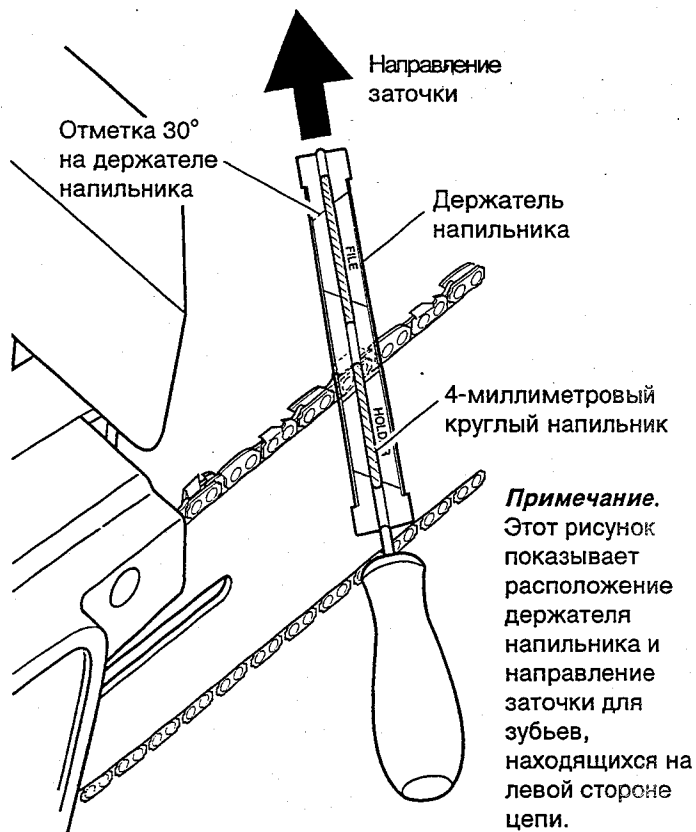

Рис. 20. Расположение напильника и держателя напильника на цепи
3. Введите 4-миллиметровый круглый напильник с насаженным держателем в канавку между режущей гранью зуба и шаблоном, установленным на пиле. Держатель напильника должен покоиться на режущей грани зуба и шаблоне (рис. 20 и 21). Примечание. Производите заточку в центральной точке направляющего стержня пилы.
4. Держите держатель напильника ровно. Убедитесь в том, что отметка 30° на держателе напильника расположена параллельно центральной части направляющего стержня цепи (см. рис. 20). Это обеспечит заточку зубьев пилы под углом 30°.
5. Производите заточку, перемещая напильник изнутри наружу, до тех пор пока зуб не станет острым. Производите заточку только в одном направлении (см. рис. 20). Примечание. Двух или трех ходов напильника должно быть достаточно, чтобы заточить зуб.